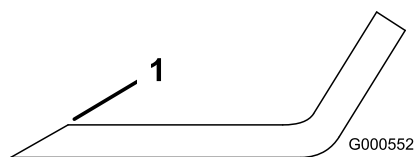

Figura 61
1. Utilice una lima para afilar el filo de corte en ambos extremos de la cuchilla (Figura 61).
Nota: Si la cuchilla no está equilibrada, rebaje algo del metal en la parte de la vela solamente (Figura 61).